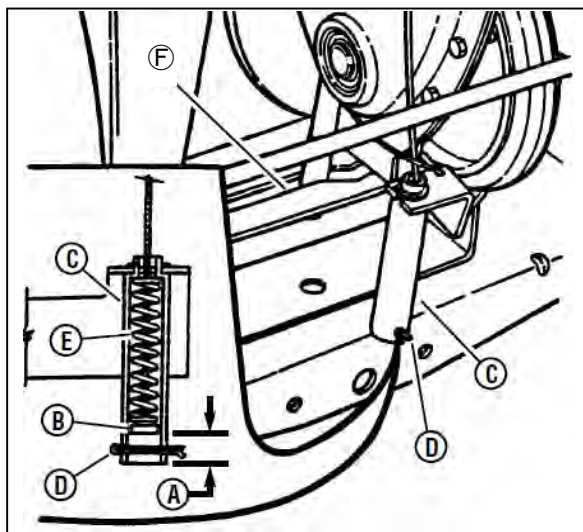

図 8-9 ブレーキケーブルの調整
5. クラッチ/ブレーキケーブル(B)の下端からケース(C)の底までの距離(図8-9のA)を測ります。規定距離は19mmです。
注意:コッタピン(図8-9のD)、ブレーキスプリング(E)、クラッチヨーク(F)は図の示す通りです。
8. クラッチヨーク(図8-9のF)を手で外に回してドライブディスクとゴムリングの溝にベルトが入っているかどうかを確認めます。